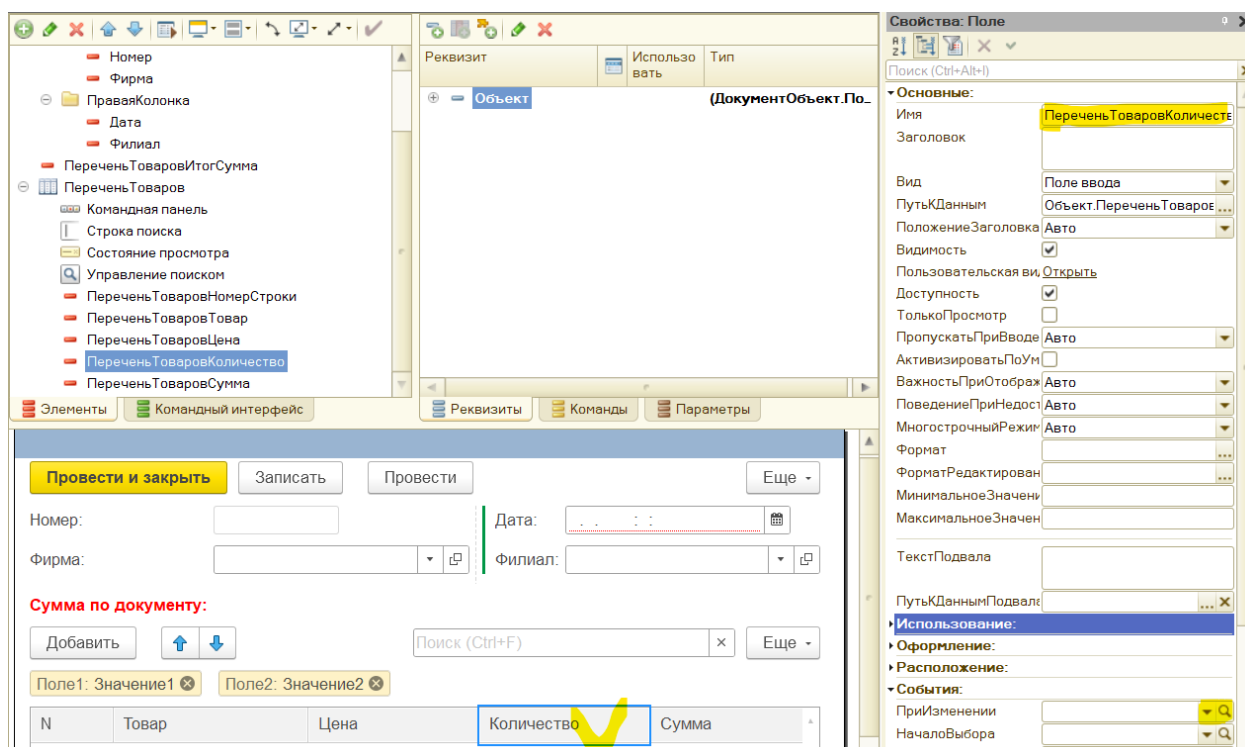
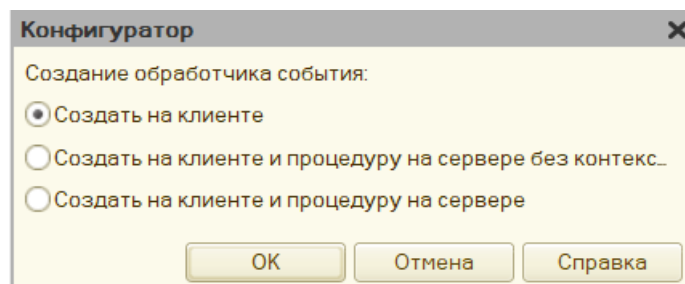

Рис. 3.2. Раздел окна свойств для обработки событий в поле ПереченьТоваровКоличество
Рис. 3.3. Окно для создания обработчика событий
В нижней части окна свойств располагается перечень событий, которые связаны с полем ввода **ПереченьТоваровКоличество** (рис. 3.2). Программируя реакцию на эти события, разработчик может влиять на действия системы в режиме 1С: Предприятие. Фактически тем самым разработчик указывает системе, что она должна делать при возникновении данных событий.
2. В поле ПриИзменении следует щелкнуть на значке лупы, в результате на экране появится окно, которое позволяет правильно сформировать заготовку для необходимой процедуры (рис. 3.2). В данном случае следует установить переключатель Создать на клиенте (в дальнейшем мы разберем, зачем это нужно) (рис. 3.3). После этого мы попадем в процедуру, автоматически выполняемую при указании количества товаров в поле **Количество** документа «ПоступлениеТоваров», когда происходит работа с документом в режиме 1С: Предприятие.